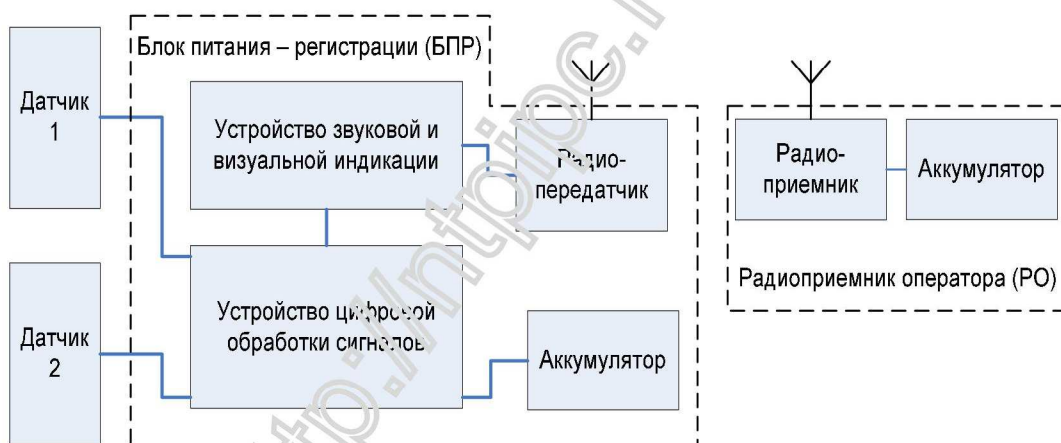

Рис. 2 – Функциональная схема переносного сигнализатора «Репер-3В».
1.4.1 Сигнализатор «Репер-3В» представляет собой устройство, регистрирующее перемещение ферромагнитных объектов (стальных предметов, конструкций и т.п.) магнитометрическим методом. Функциональная схема приведена на Рис. 2.